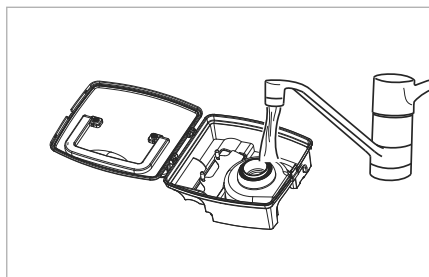

Fig. 12
- 5) Clătiți recipientul de praf 14 cu apă rece sau caldă (a se vedea fig. 12). Lăsați recipientul de praf 14 să se usuce complet prin aerisire înainte de a-l reintroduce în aparat.